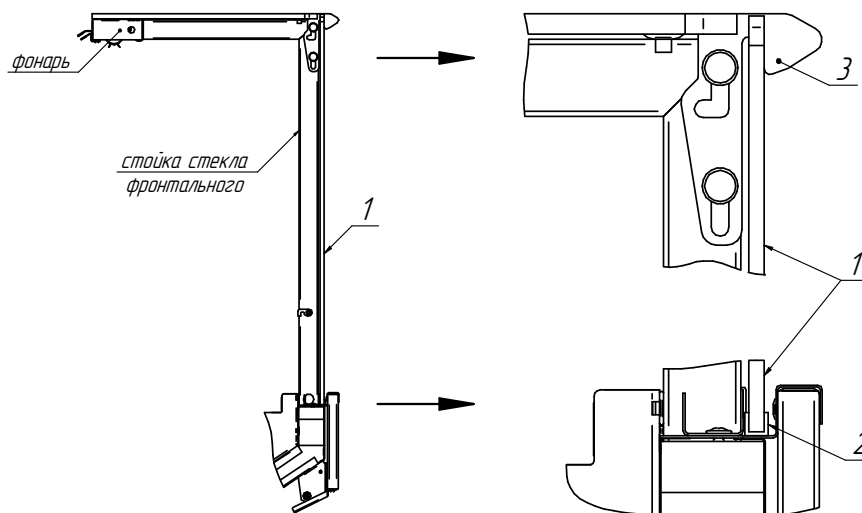

Рисунок 5
11. Установить стекла фронтальные (1) зафиксировав их зацепами стекла (3). Перед установкой на низ стекла надет профиль силиконовый (2). (См. рисунок 5)